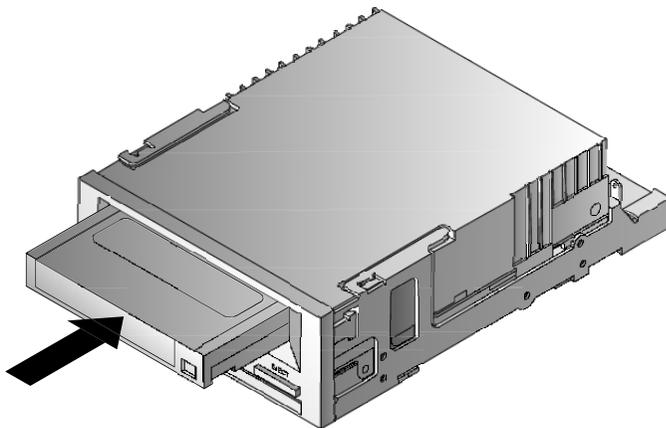

FIGURA 13. Carga de un cartucho
2. Inserte suavemente el cartucho en la unidad (consulte la Figura 13 en la página 47). La puerta del compartimiento de la unidad se abre automáticamente cuando se inserta un cartucho.